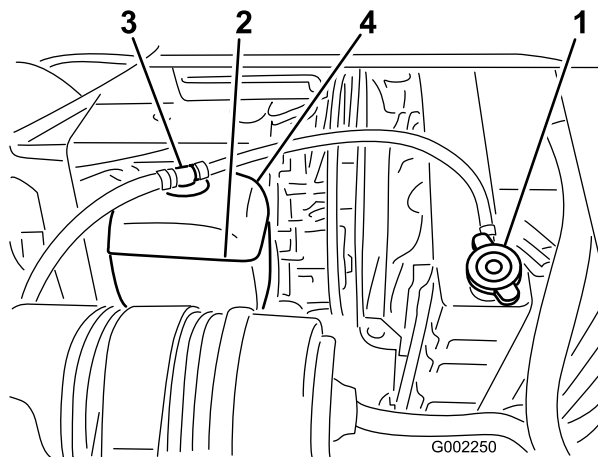

図 55
2. エンジンが十分に冷えているのを確認してラジエターのキャップを開ける (図 55)。